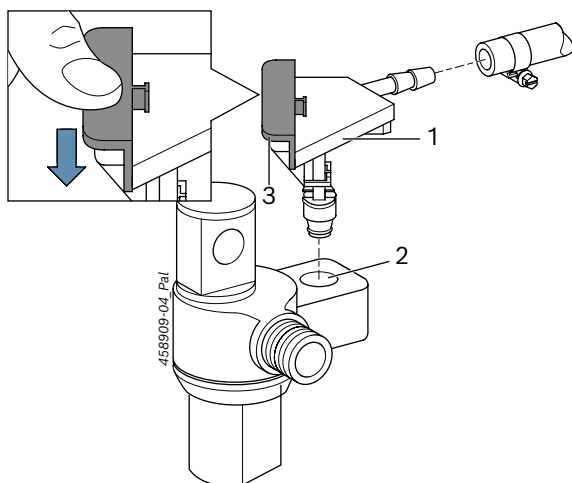

Fig. 4: Returløbsadapter 1 683 356 138
Returløbsadapteren 1 683 356 138 (Fig. 4, pos. 1) forbinder returløbet på Delphi CRI (Fig. 4, pos. 2) via slangen 1 680 712 249 og via slangen 1 680 712 289 med kontroltilslutningen til returløbsmængden på EPS 200 / EPS 205.
i Når flappen (Fig. 4, pos. 3) trykkes ned, sikres returløbsadapteren. Returløbsadapteren fjernes ved at trykke flappen opad og trække returløbsadapteren ud af returløbstilslutningen.